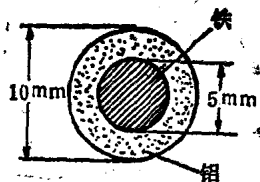

图 2.2
8. 如图 2.2 所示, 这是用铝包上铁的导线。已知铁部分的直径为 5mm, 总直径为 10mm, 求此导线每 100m 的电阻。已知铝的电阻率为 2.62×10^{-8} [$\Omega \cdot m$]. 铁的电阻率为 10×10^{-8} [$\Omega \cdot m$].